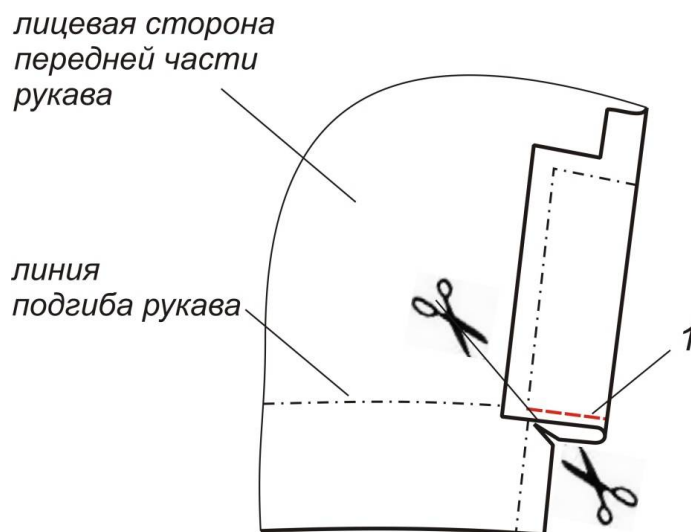

Рисунок 4
16. Обтачивают угол шлицы на верхней части рукава (рис.4, строчка 1), делают рассечку по линии низа в углу строчки обтачивания, высекают угол обтачивания и срезают угол припуска шлицы.